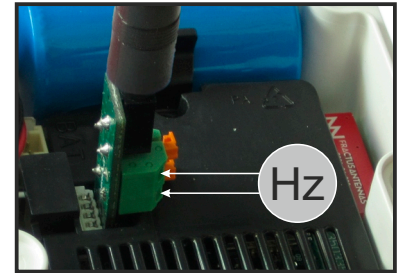

Fig. 6
-En el apartado "Evaluación de conformidad de firmware" (fig. 6), hacer clic en el botón "Iniciar". Con este botón se activa el comando de descarga del firmware en el PC. Cuando acabe la descarga, la herramienta calculará un suma de comprobación del firmware descargado.